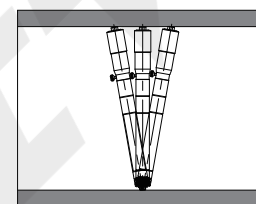

Fig.3
3. Durante la misurazione, assicurarsi che non vi siano trucioli o altri detriti sulle facce di misura e sulla superficie del pezzo, che potrebbero influenzare il risultato. Ruotare il ditale di frizione per impostarne la dimensione inferiore al diametro del foro, quindi inserire il micrometro nel foro. Mettere la superficie di misura fissa a contatto con il foro misurato, ruotare lentamente il ditale di frizione, scuotere delicatamente il micrometro lungo la direzione assiale e radiale del foro per trovare il valore minimo in direzione assiale (Fig. 3) e il valore massimo in direzione radiale (Fig. 4), stringere la vite di bloccaggio, estrarre il micrometro per ottenere il risultato.